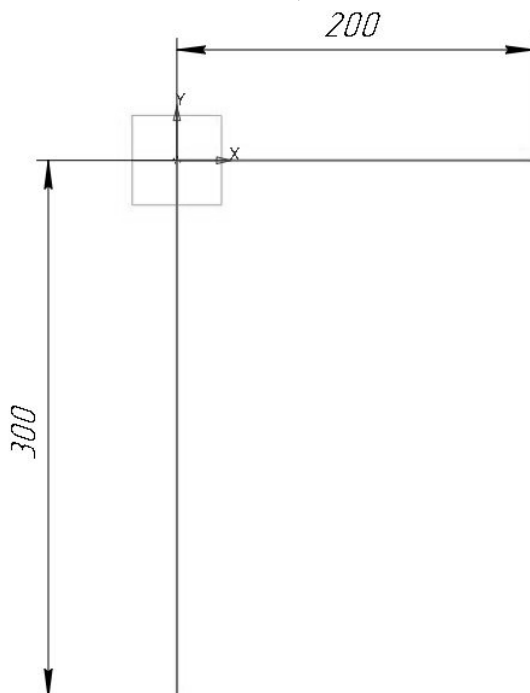

Рис. 11.3. Эскиз детали «**Кронштейн**»
3. Постройте эскиз в плоскости **ZY**, как показано на рис. 11.3.